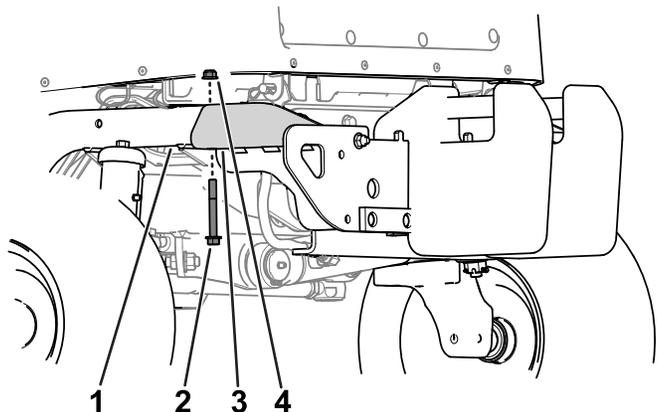

Figure 15
1. Retirez le boulon à embase ($\frac{3}{8}$ x 3 po) et l'écrou à embase ($\frac{3}{8}$ po) qui fixent chaque côté du pare-chocs aux tubes de cadre arrière (Figure 15).